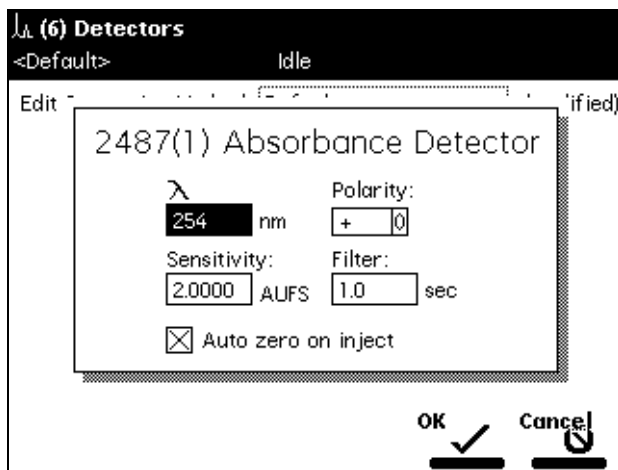
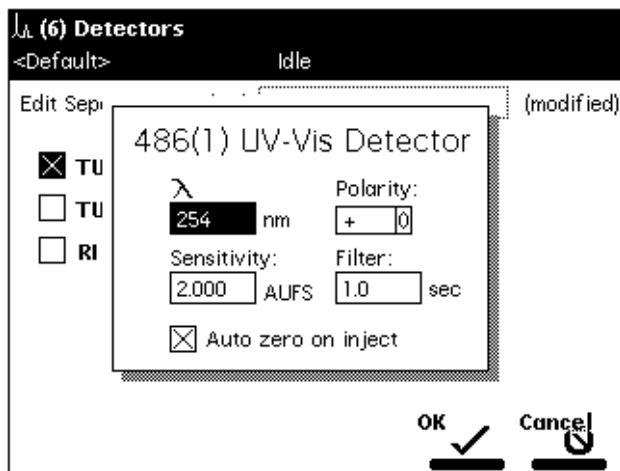

图 6-12 2487(1) UV/Vis 检测器屏幕
图 6-13 486(1) UV/Vis 检测器屏幕
1. 按 **Abs (1)** (吸光度 (1)) 或 **Abs (2)** (吸光度 (2)) 屏幕键以显示相应的吸光度检测器屏幕。图 6-12 显示 Waters 2487 检测器的屏幕；图 6-13 显示 Waters 486 检测器的屏幕。